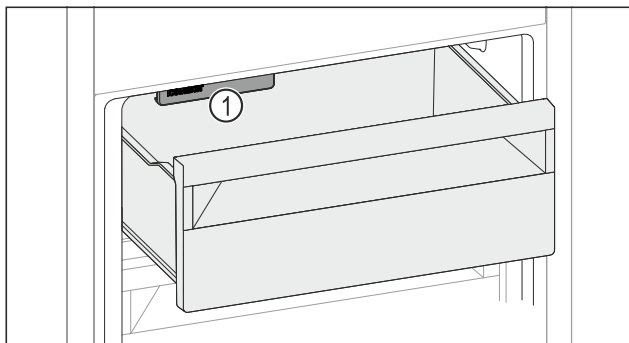

Fig. 207
- Dávejte pozor na IceMaker Fig. 207 (1).